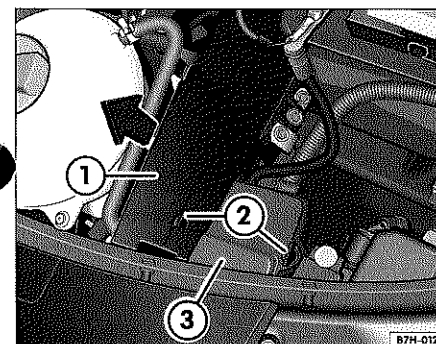

Fig. 28 Fusibles del vano motor
- Sujete la tapa de los fusibles (3) por delante y ábrala. De esta manera puede acceder a los fusibles.
- Extraiga hacia arriba el panel de separación ⇒ fig. 28 (1).
- Gire 90° los dos cierres (2).